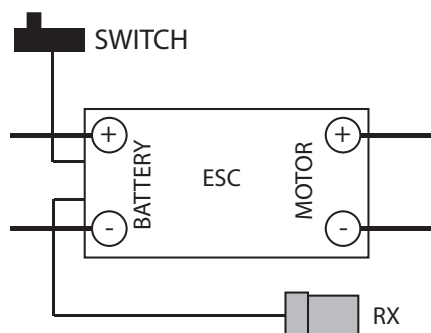

Fig.2
3. Sluit de motor, accu en ontvanger aan zoals getoond in Fig. 2. **BELANGRIJK:** Controleer de polariteit alvorens het geheel aan te sluiten.
3. Branchez le moteur, l'accu et le récepteur comme indiqué à la Fig. 2. **IMPORTANT:** Respectez les polarités pour le branchement de l'accu au variateur.
3. Connect the motor, battery, and receiver as shown in Fig. 2. **IMPORTANT:** Make sure the polarities match before connecting the battery and the motor.